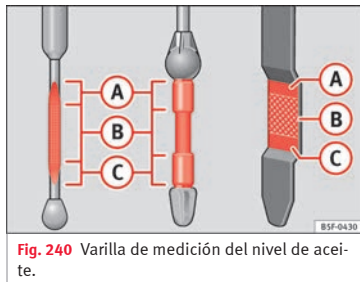

Fig. 240 Varilla de medición del nivel de aceite.
- A continuación, vuelva a extraerla y compruebe el nivel de aceite » **fig. 240**. En caso necesario, reponga aceite del motor.
Si el nivel de aceite se encuentra por encima de la zona » **fig. 240** , no arranque el motor. Puede causar daños en el motor y en el catalizador. Informe a un taller especializado.
El nivel de aceite no deberá estar en ningún caso por encima de la zona » **fig. 240** . De no ser así, podría aspirarse aceite por el respiradero del cárter del cigüeñal y llegar a la atmósfera a través del sistema de escape.